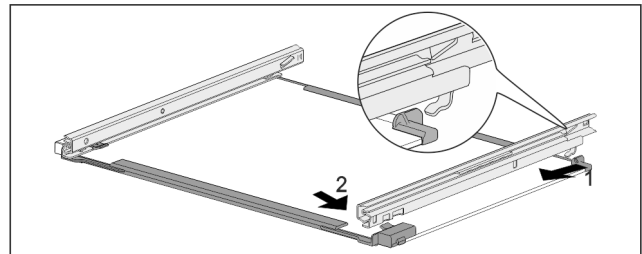

Fig. 149 Стъклена плоча с релси
- ▶ Закачете релсата отзад. Fig. 149 (1)
- ▶ Фиксирайте релсата отпред. Fig. 149 (2)